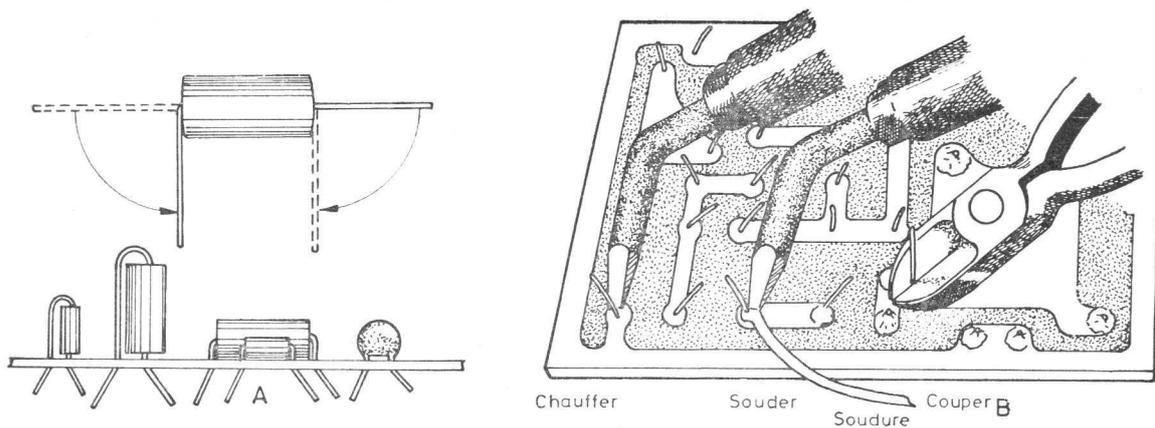

Figure 3 — Montage et soudures de circuit imprimé
Comme on le sait les circuits imprimés diffèrent radicalement des circuits conventionnels. Ils requièrent une technique spéciale pour leur montage et pour leurs soudures. On procède en général, de la manière suivante qui est indiquée graphiquement sur la figure 3.
- ( ) Tourner le circuit imprimé et essayer de l'appuyer entre deux livres ou entre deux objets de manière qu'il reste à une certaine hauteur sur la table de travail et que, les composants montés ne puissent pas être détériorés. Effectuer les 65 soudures correspondantes aux éléments montés, en procédant comme il a été indiqué sur la figure 3. Se souvenir que l'on doit couper les surplus des queues une fois la soudure faite et que ceci doit être réalisé avec une goutte d'étain qui restera déposée comme l'indique la figure mentionnée ci-dessus. Vérifier qu'aucune coulure de soudure ne puisse produire un court-circuit entre deux connecteurs imprimés.